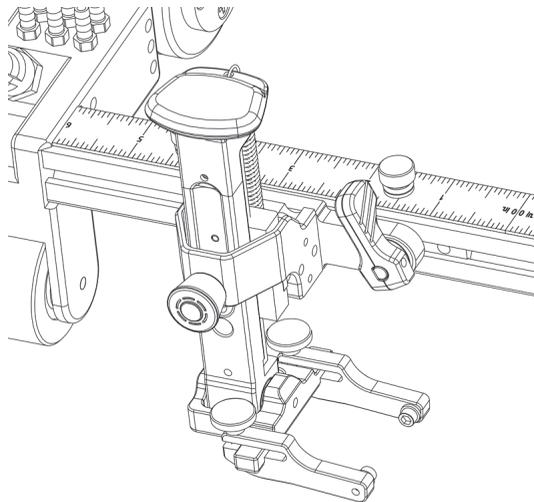

Figure 2-12 Support de sonde inséré dans la rainure du rail de montage
3. Appuyez fermement sur le support de sonde pour qu'il s'insère dans la rainure du rail en vous assurant que les bords plats de la goupille de came restent placés à l'horizontale (Figure 2-12 à la page 44).